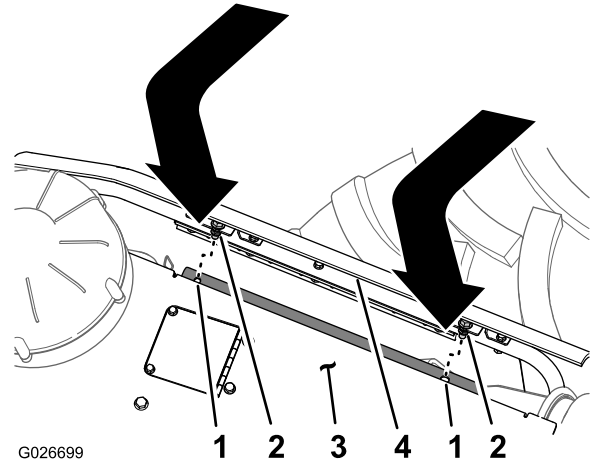

Figura 67
- Alinee el perno de montaje de la parte superior del panel lateral con el taladro de la pestaña de sujeción del panel del capó (Figura 67).